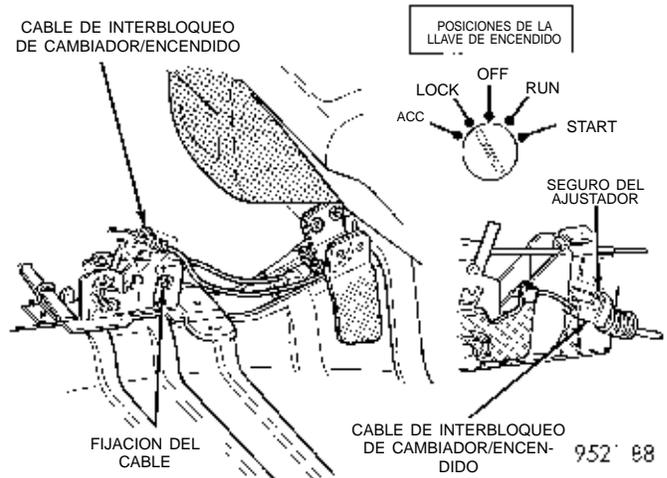
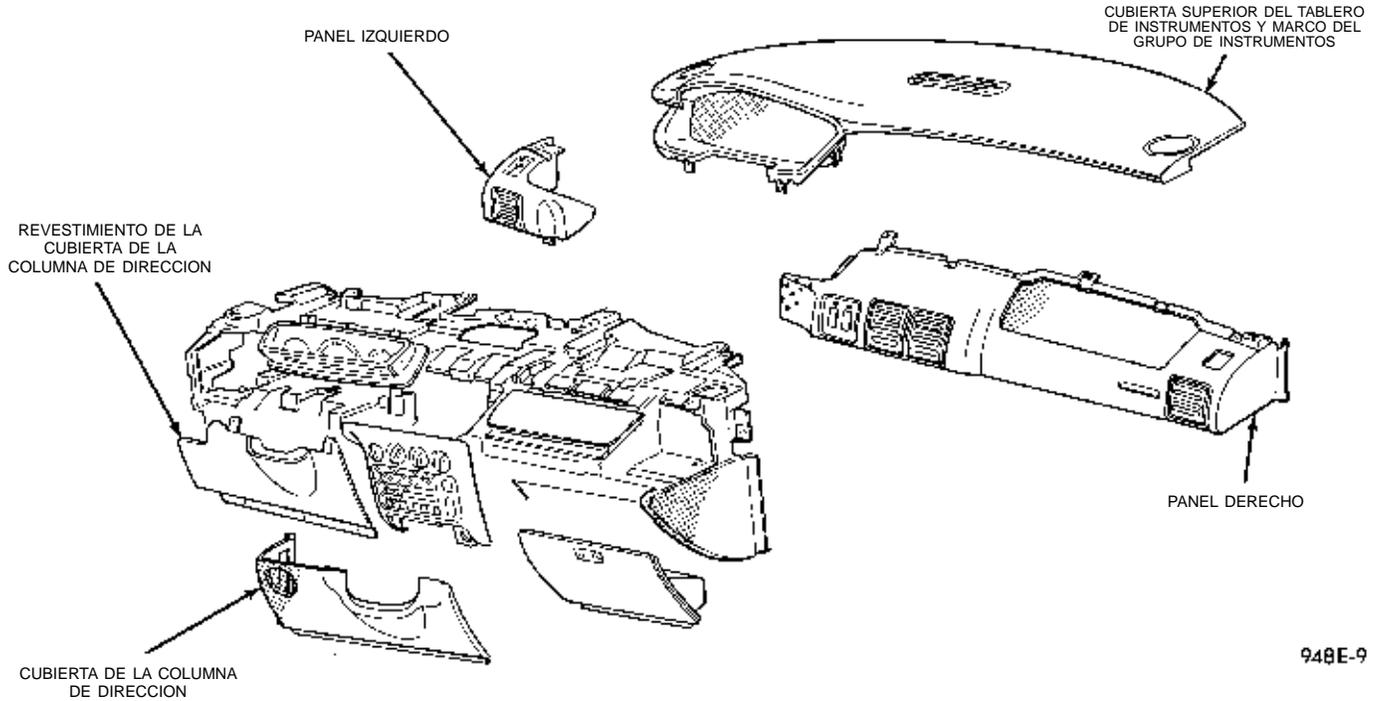

Fig. 22 Cable de interbloqueo de cambiador/encendido
Fig. 23 Cubiertas inferiores de la columna de dirección
(5) Con un movimiento de palanca hacia arriba, suelte el seguro del ajustador del cable de interbloqueo de cambiador/encendido. Desenganche la conexión del extremo del cable de interbloqueo de cambiador/encendido de la ranura en el mecanismo del cambio de marchas (Fig. 22).
(6) Retire el extremo del núcleo del cable de la leva de plástico del mecanismo del cambiador.
(7) Tire del cable hacia arriba, sacándolo del mecanismo del cambio de marchas.
(8) Retire los tres tornillos situados a lo largo de la cubierta inferior de la columna de dirección y el tornillo de la cara exterior izquierda de la cubierta (Fig. 23).
(9) Aferre la cubierta y tire de ella hacia atrás hasta que se desenganchen los collarines.